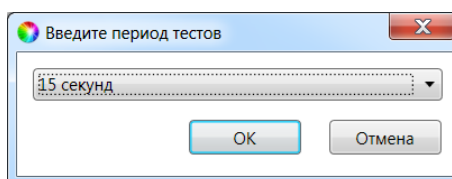

Рис. 8.6. Выбор периода опроса радиоизвещателя
- 6.3. В следующем окне укажите период опроса радиоизвещателя (рис. 8.6).